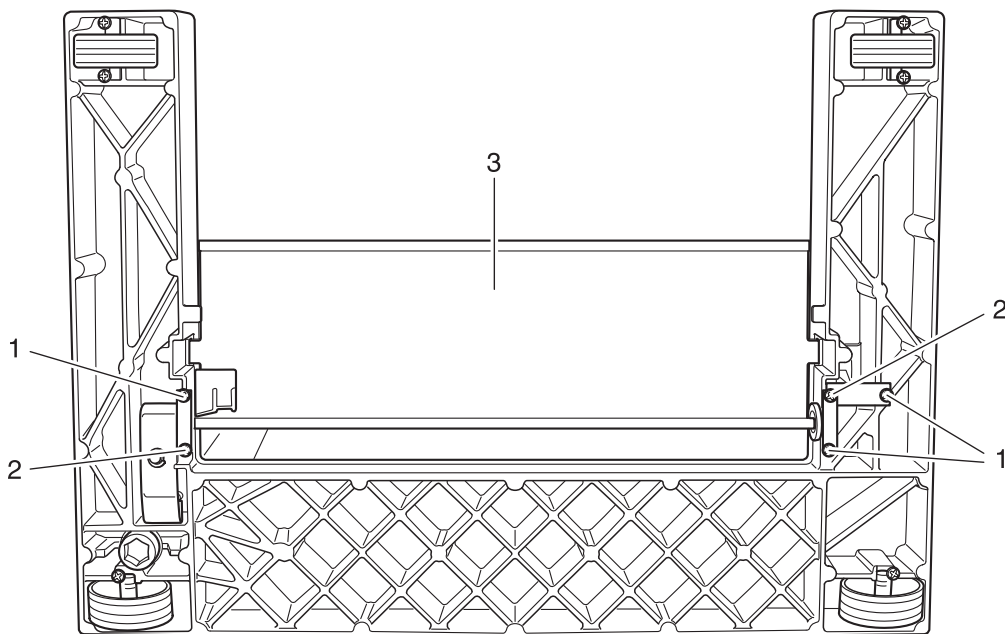

Fig. 19
- Die Schrauben 1 ca. 3 Umdrehungen lösen (Fig. 19).